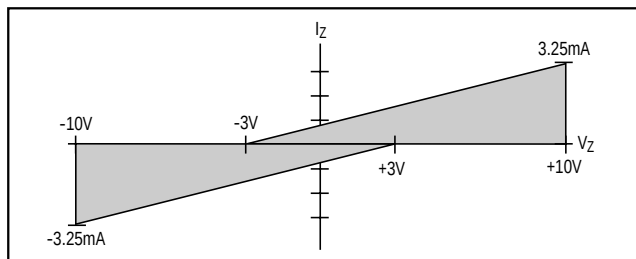
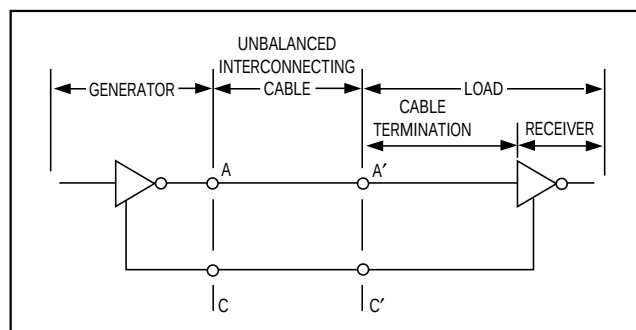

図8. レシーバ入力インピーダンス曲線
図10. 標準的なV.10/V.28インタフェース
図7に示すように、V.11プロトコルは完全平衡型差動インタフェースです。V.11ドライバは、負荷に100 Ω (min)の抵抗がある時にノードAとBの間に最小 ± 2 Vを生成します。V.11レシーバは、レシーバ入力A'及びB'において ± 200 mVの差動信号を検知します。V.11レシーバ入力図8に示すインピーダンス曲線に適合している必要があります。また、ケーブル両端に発生する同相信号(図7のCからC'が基準)を ± 7 Vまで除去する必要があります。
V.10インターフェース(図10)は、450Ω負荷を駆動する能力を持った非平衡型シングルエンドインターフェースです。V.10ドライバは無負荷時にA'とC'の間に $\pm 4V(\min)$ の V_{OD0} 電圧を生成し、450Ω負荷時には最小 $\pm 0.9 \times V_{OD0}$ 電圧を生成します。V.10のレーバ入力トリップスレッシュホールドは+300mV~-300mVの間に定義され、入力インピーダンス特性は図8に示されています。